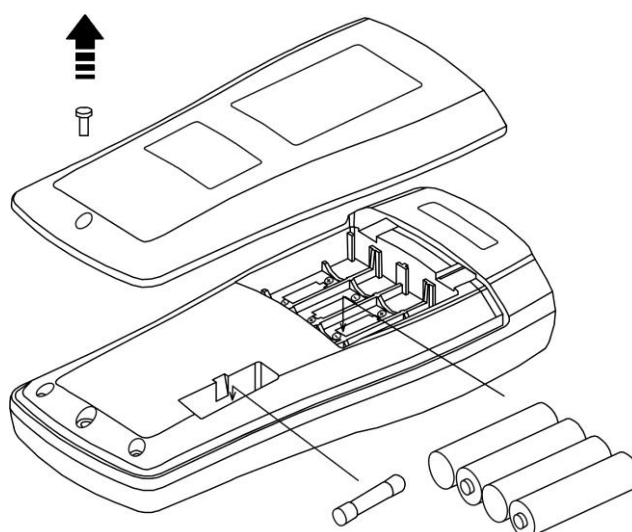

Fig. 11: Substituição das pilhas e fusível interno
3. Retirar as pilhas e inserir novas do mesmo tipo (consultar o § 6.1.3) observando a correcta polaridade e recolocar a tampa (consultar a Fig. 11). Usar os respectivos contentores para a reciclagem das pilhas.